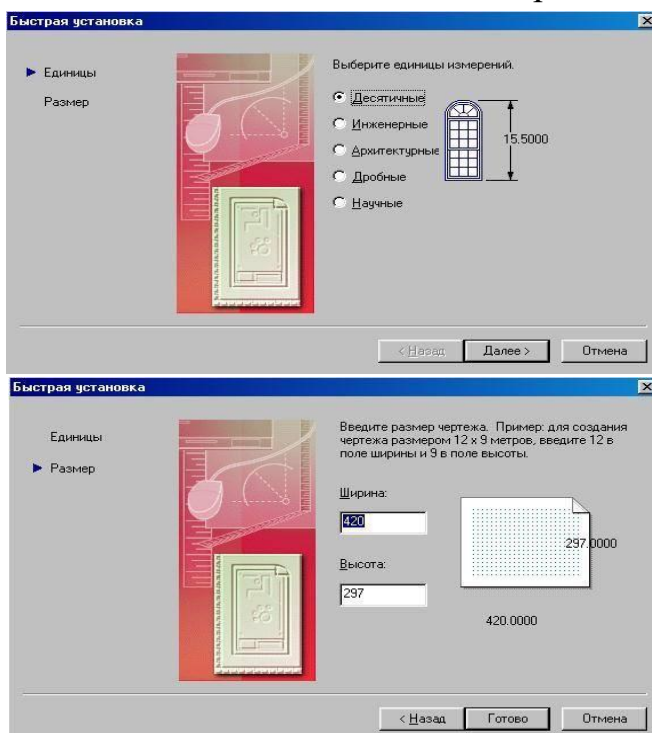
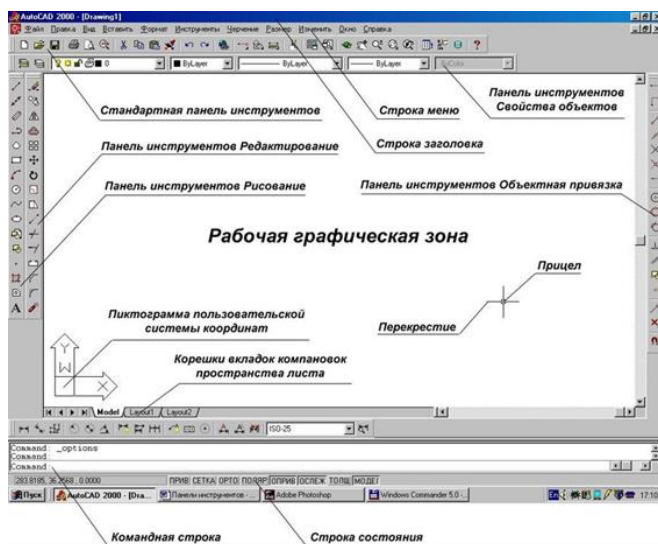

Рис. 2
Рис. 3
- Нажать клавишу «**Shift**» и щелкнуть правой кнопкой мыши для вызова контекстного меню объектной привязки, рисунок 2.
Если есть необходимость использовать один или несколько режимов объектной привязки более одного раза, то можно установить эти режимы в качестве текущих. Можно задать один или несколько текущих режимов объектной привязки на вкладке **«Объектная привязка»** в диалоговом окне **«Режимы рисования»**, доступ к которому можно получить из меню **«Сервис»** или выбором пункта **«Настройка»** контекстного меню **«ПРИВЯЗКА»** статусной строки, рисунок 3.
Установите **десятичные** единицы измерения (**Decimal**) и нажмите кнопку **Далее (Next)** (рис. 2). Введите **ширину (Width) 40**, а **высоту (длину - Length) 30** и нажмите кнопку **Готово (Finish)** (рис. 3).